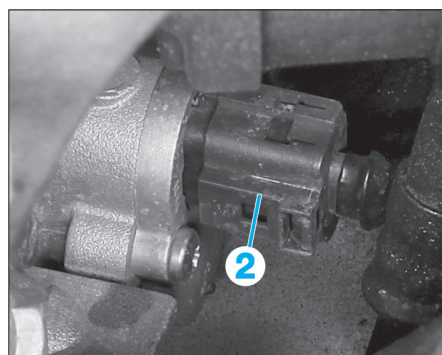

FIG. 19
- Débrancher le connecteur (2) (Fig.19).